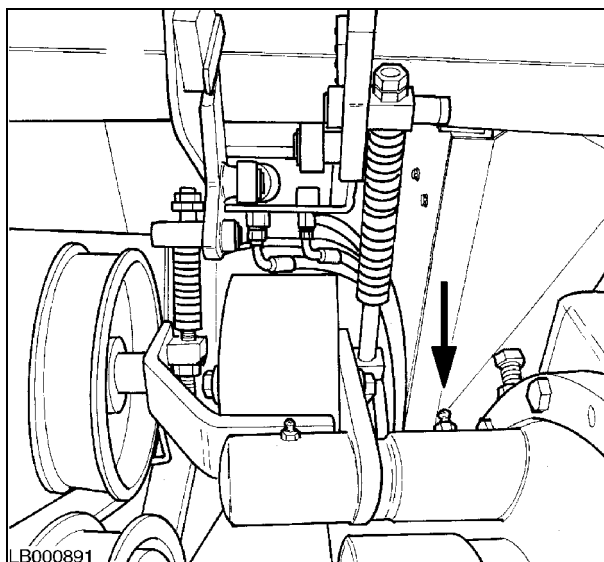

Рис. 47
**39. Рычаг натяжного устройства ремня привода молотилки - Рис. 47**